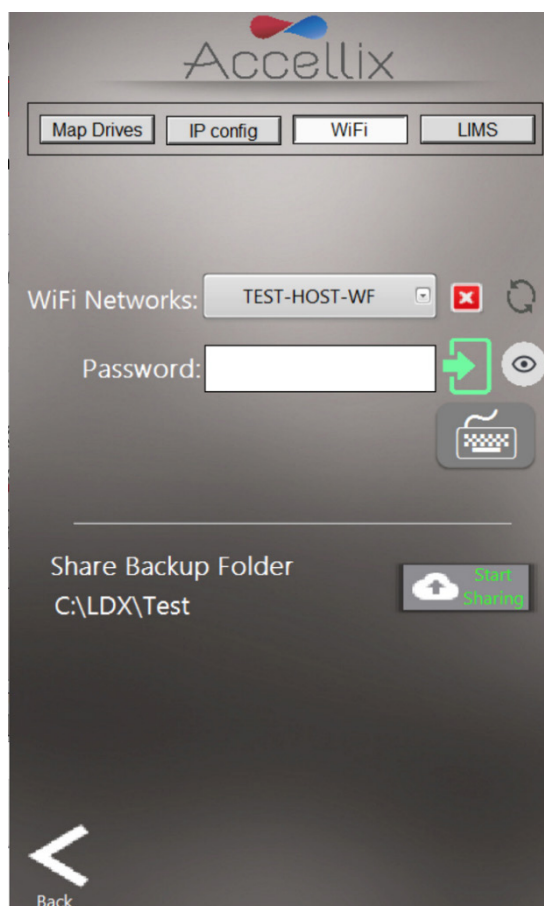

Figure 26 : écran Réseau : onglet Wi-Fi
3. L'onglet Wi-Fi (Figure 26) permet de se connecter à un réseau Wi-Fi. Pour vous connecter :
Si l'emplacement de sauvegarde a été défini sur un dossier sur le lecteur C: (voir la section 9.4.9.2, Figure 30), les options affichées dans la moitié inférieure de la Figure 26 s'affichent. Ici, il est possible de partager l'emplacement de sauvegarde sur le lecteur C: avec le réseau en cliquant sur le bouton Start Sharing (Démarrer le partage). Une fois le dossier partagé, le bouton Stop Sharing (Arrêter le partage) s'affiche et cesse de partager cet emplacement lorsque vous appuyez dessus.